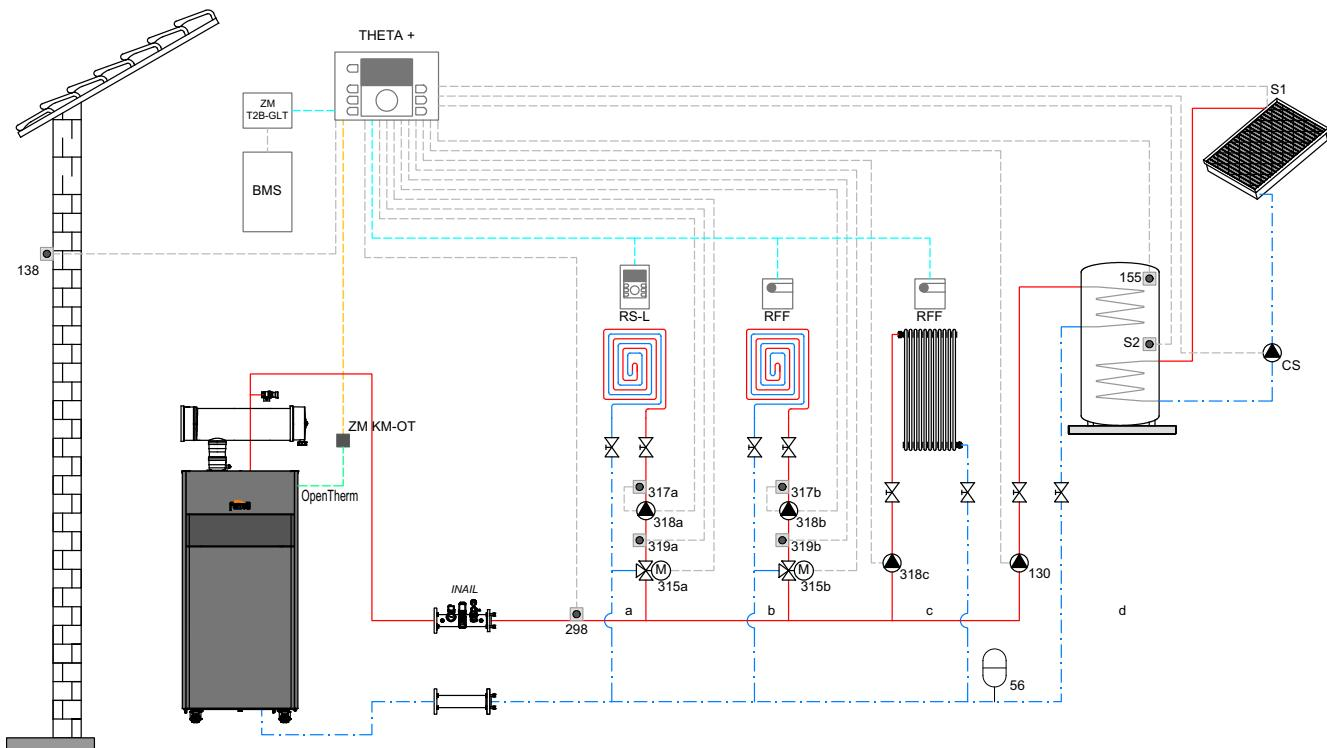
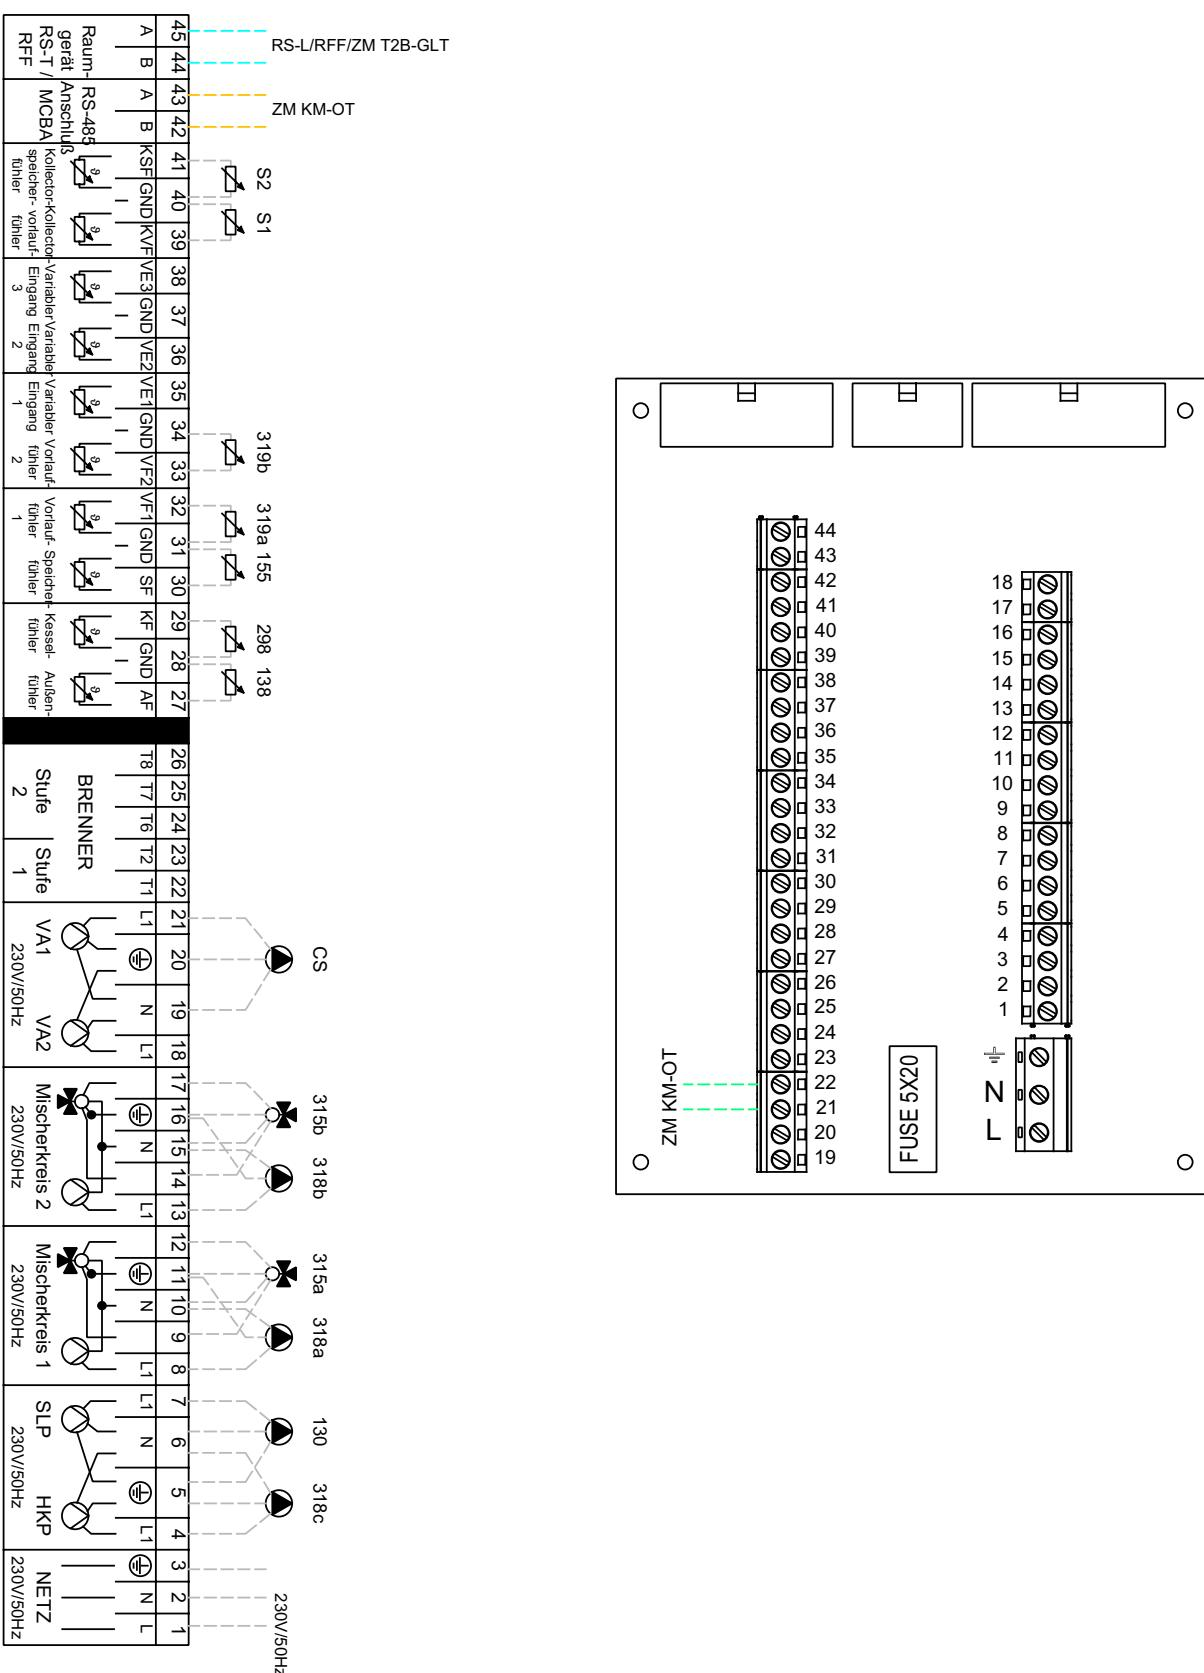

fig. 46
fig. 47
**Legend (fig. 46 and fig. 47)**